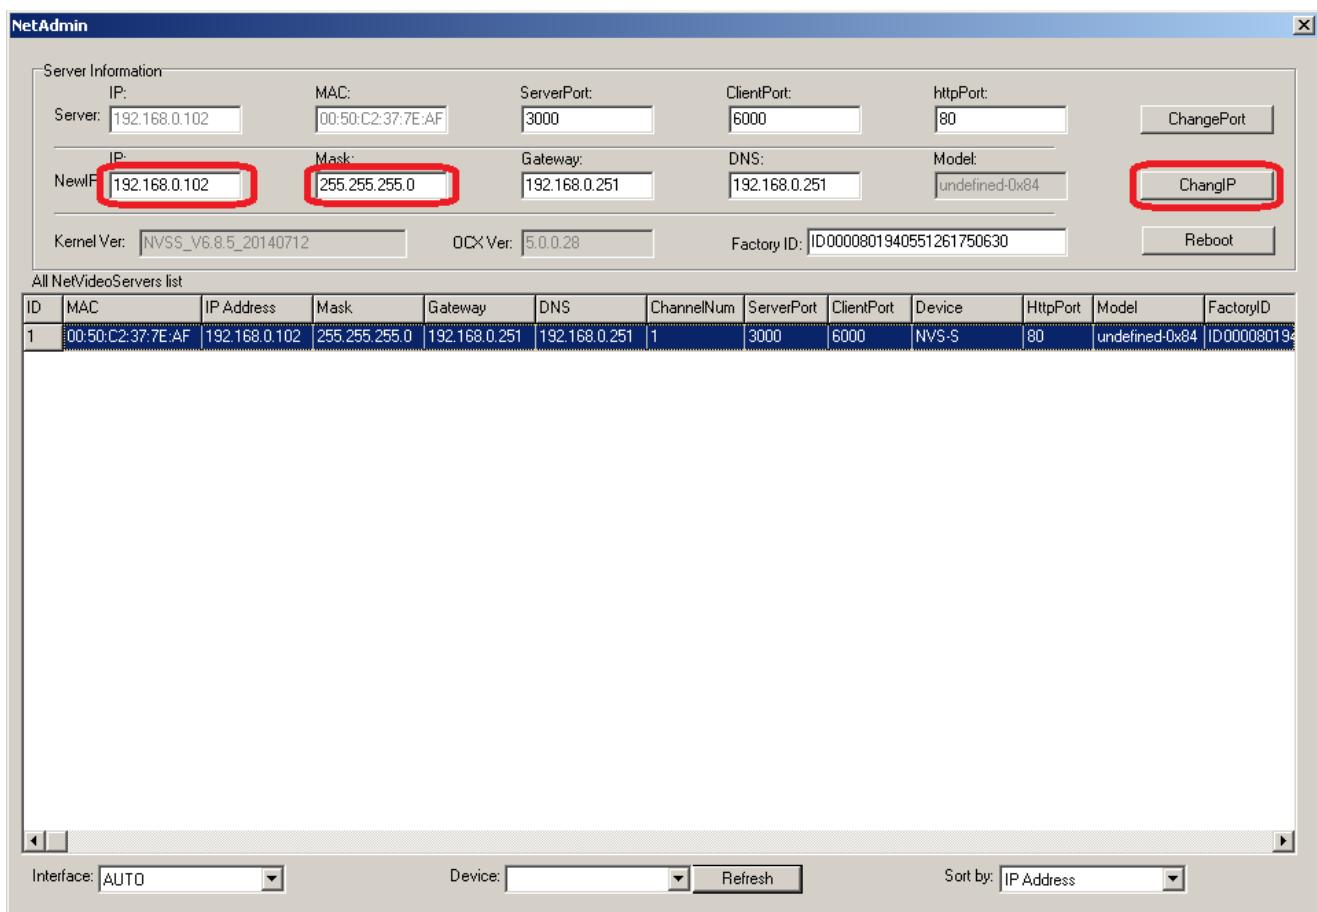

Рисунок 3: Поля ввода для настройки IP адреса
- в окне *IP* поменять IP адрес (Рис. 3),